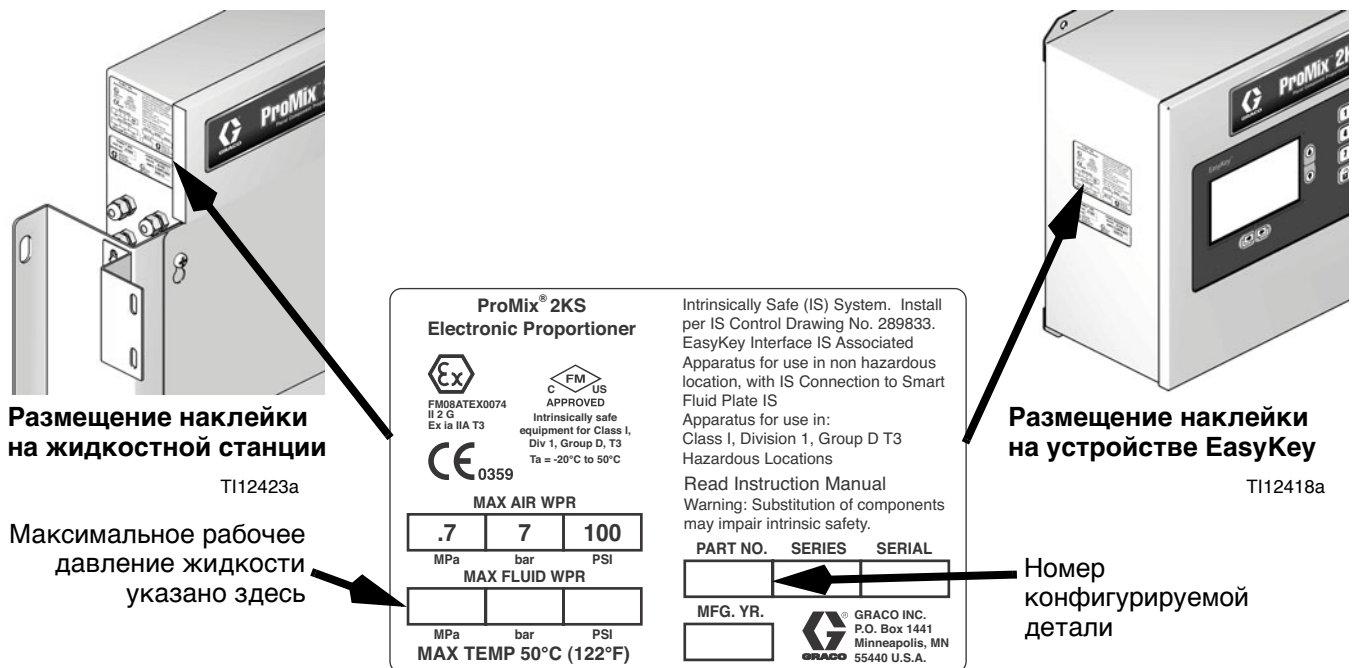

Рис. 1. Идентификационная наклейка
Аттестация оборудования отражена на указанных ниже наклейках, прикрепленных к жидкостной станции и устройству EasyKey™. Расположение наклеек см. на РИС. 1 на стр. 4.
Номер конфигурируемой детали оборудования напечатан на идентификационной наклейке оборудования. Размещение идентификационных наклеек см. на Рис. 1. Номер детали включает одну цифру от каждой из следующих шести категорий, в зависимости от конфигурации вашей системы.
**Чтобы получить информацию о максимальном рабочем давлении системы, см. идентификационную наклейку на устройстве EasyKey или жидкостной станции. См. Рис. 1.**